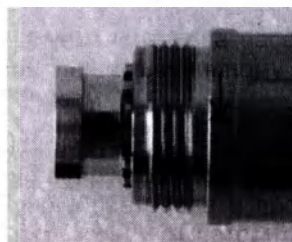

Рис. 4. Защитная крышка в правильном положении на манипуле.
Если манипула будет храниться, транспортироваться, очищаться и стерилизоваться, установите защитную крышку на манипулу в исходное положение. Совместите метки на крышке и манипуле (рис. 3), вставьте крышку в корпус манипулы как можно дальше и поверните по часовой стрелке примерно на 90°, пока точечная отметка не совместится с концом стрелки на корпусе манипулы (рис. 4).
- Совместите метки на крышке и манипуле (рис. 3), вставьте чистую и сухую защитную крышку (рис. 2) в корпус манипулы как можно дальше и поверните по часовой стрелке примерно на 90°, пока точечная отметка не совместится с концом стрелки на корпусе манипулы (рис. 4).
- Защитная крышка и выходное окно должны оставаться вставленными в манипулу на протяжении всей процедуры обработки, при этом защитная крышка должна оставаться в заблокированном положении (рис. 4).
1. После выполнения предварительной обработки убедитесь, что манипула и спейсер визуально чистые и сухие, а также убедитесь, что выходное окно и защитная крышка хорошо вставлены в манипулу, а защитная крышка находится в заблокированном положении (рис. 4).
1. Убедитесь, что выходное окно и защитная крышка правильно установлены на манипуле. Оба должны быть вставлены в манипулу как можно глубже, а защитная крышка должна быть повернута в заблокированное положение (рис. 4).